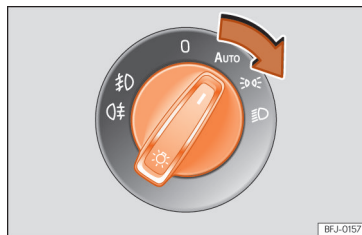

Fig. 70 Painel de instrumentos: comando das luzes.
• Ligue a ignição e rode o comando das luzes para a posição desejada »»» Fig. 70.